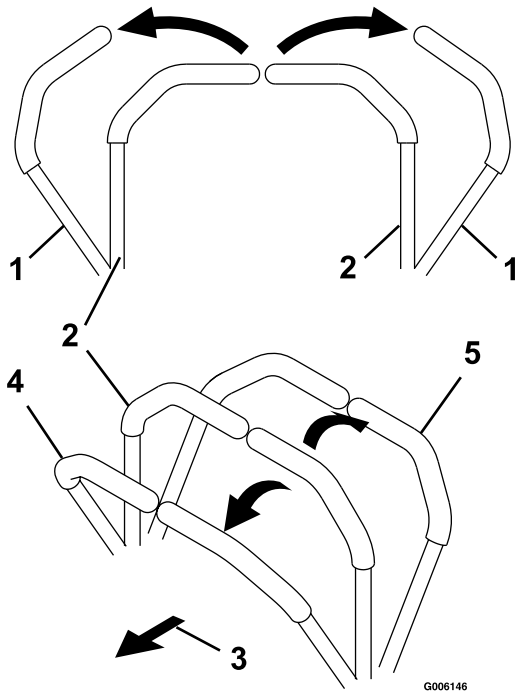

Figura 14
2. Para ir hacia adelante, empuje lentamente las palancas de control de movimiento hacia adelante (Figura 14).
Para ir recto, aplique la misma presión a ambas palancas de control de movimiento (Figura 14).
Para girar, tire hacia atrás de la palanca de control de movimiento del lado al que desea girar (Figura 14).
2. Para ir hacia atrás, tire lentamente de las palancas de control de movimiento hacia atrás (Figura 14).
Para girar, deje de empujar la palanca de control de movimiento del lado al que desea girar (Figura 14).